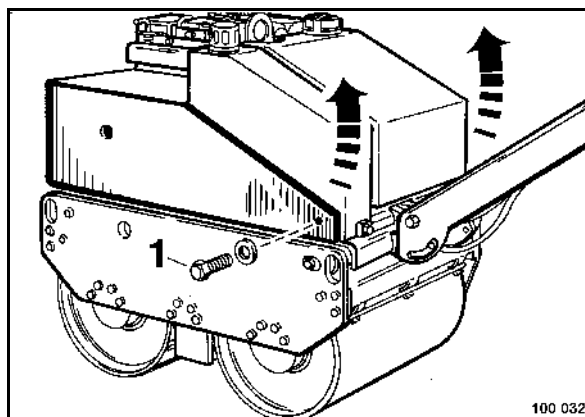

fig. 51
- Desserrer les deux vis (1) (fig. 51) à gauche et à droite à cet effet.